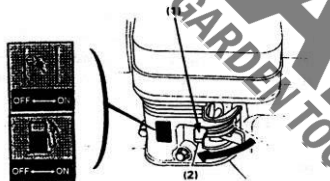

Fig. 10 (1) Pârghie de starter
- 2) Închideți maneta starterului. (Fig. 10)